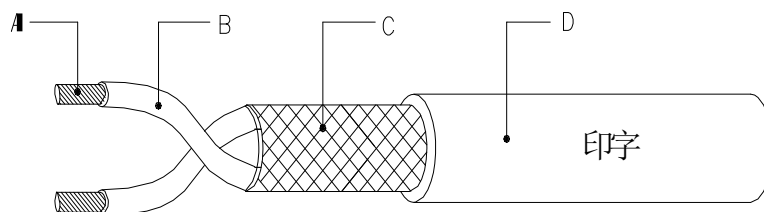

图 2 屏蔽双绞线图例
- 4.2 控制信号电路必须采取屏蔽措施。为防止强电信号对控制信号的干扰，必须使用带屏蔽的双绞线，如（图 2）。